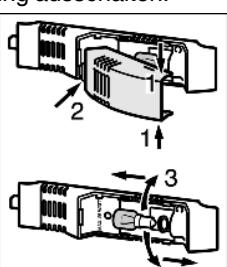

Fig. 3
- Die Lampenabdeckung oben und unten fassen *Fig. 3 (1)*.
- Lampenabdeckung hinten ausrasten und aushängen *Fig. 3 (2)*.
- Die Glühlampe auswechseln *Fig. 3 (3)*.